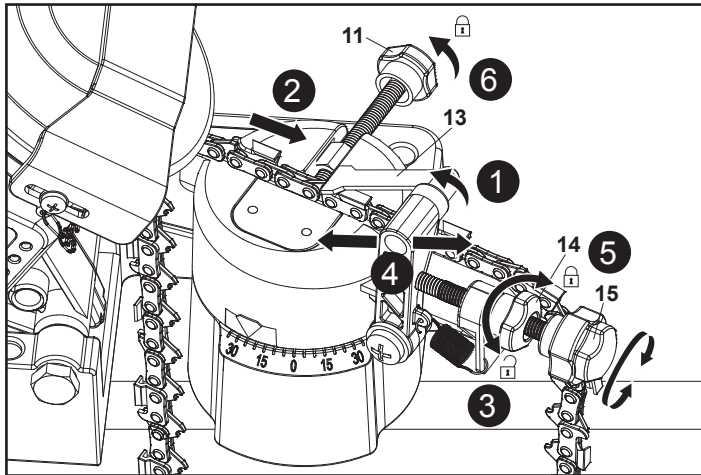

Fig. 6
1. Deslize o batente de corrente (13) para a frente e deixe-o mesmo atrás do elo da corrente de corte que será afiado (Fig. 6, passo 1).
2. Exerça tensão na corrente de serra para trás, em direção ao batente de corrente (13) (Fig. 6, passo 2).
3. Rode a estrutura do motor (4) pela respetiva pega (2) para verificar a quantidade de material que será desbastada.
4. Ajuste a posição do batente de corrente (13), desapertando primeiro o botão de bloqueio (14) para a esquerda e, em seguida, rodando o botão de ajuste (15) para a direita para empurrar o batente de corrente (13) para a frente ou para a esquerda para trás (Fig. 6, passos 3 e 4).
5. Rode a estrutura do motor (4) pela respetiva pega (2) repetidamente para verificar o ajuste.
6. Fixe o batente de corrente (13) rodando o botão de bloqueio (14) para a direita (Fig. 6, passo 5).
7. Assim que atingir o ajuste pretendido, feche a garra do torno rodando o botão de aperto (11) para a direita para fixar a corrente de serra nesta posição (Fig. 6, passo 6).